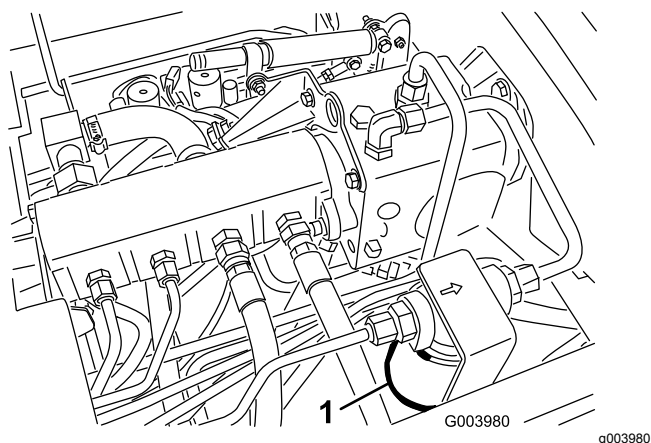

Рисунок 67
2. Очистите область вокруг места крепления фильтра и установите сливной поддон под фильтр (Рисунок 67 и Рисунок 68).